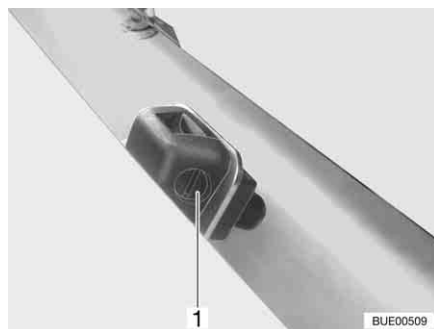

Fig. 28 Gicleur lave-glace
- Avec un tournevis adéquat, tourner la vis de réglage (Fig. 28,1), jusqu'à obtenir la position souhaitée.